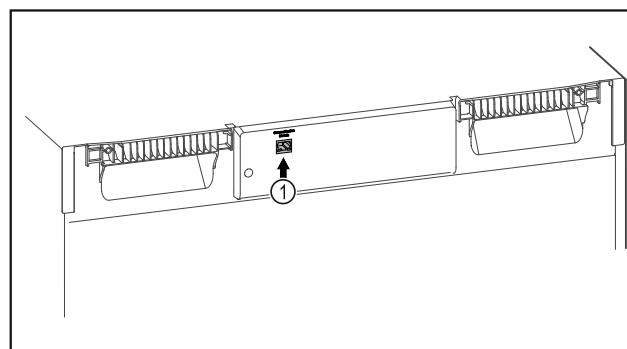

Fig. 150
- ☐ SmartModule Fig. 150 (I) naudojamas.